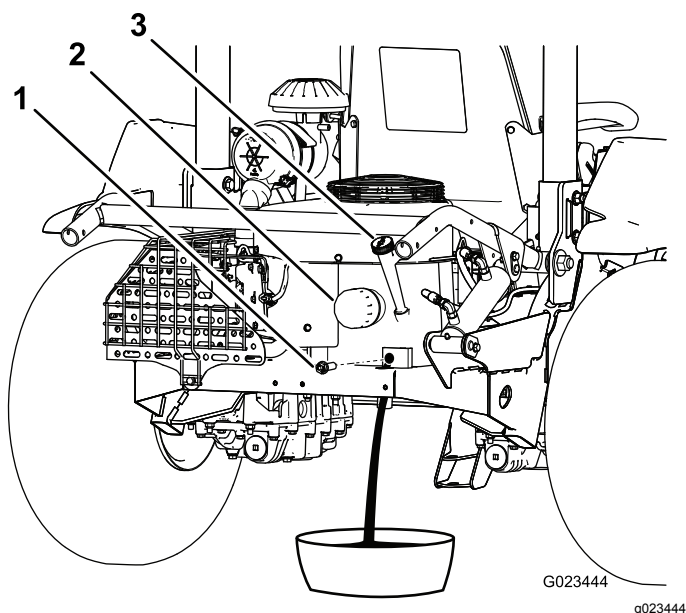

Figure 39
3. Enlevez le bouchon de vidange (Figure 39) et vidangez l'huile dans un bac adapté. Remettez le bouchon quand la vidange est terminée.